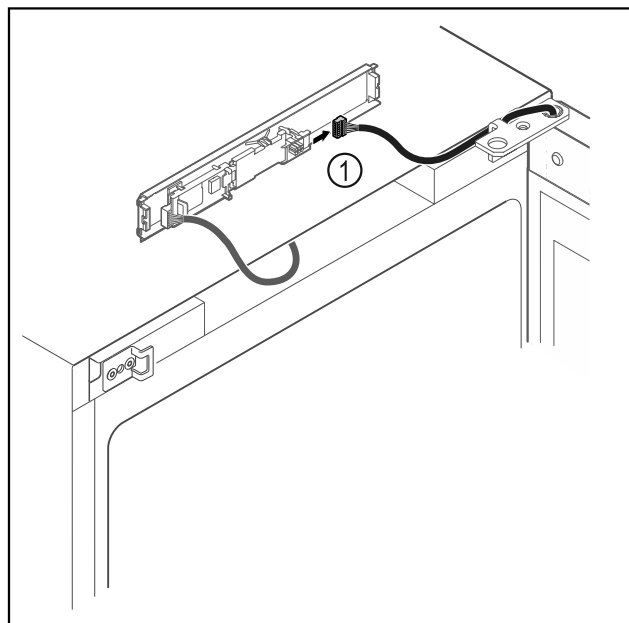

Fig. 16
- ▶ Lossa kontakten Fig. 16 (1) från kretskortet.